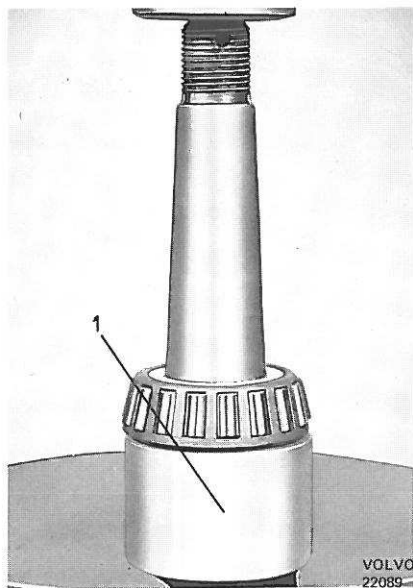
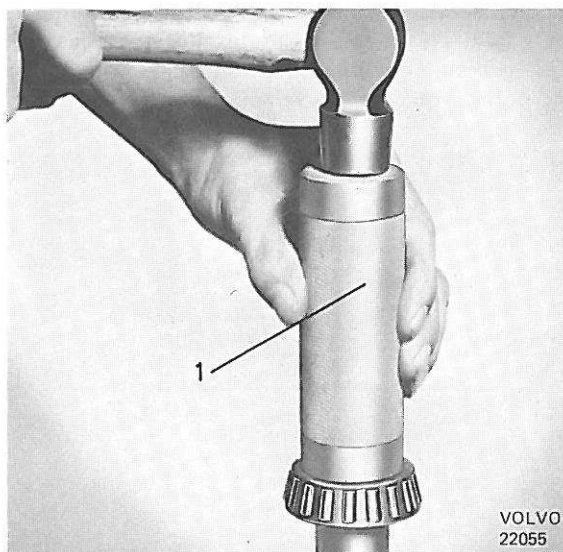

Figure 15. Démontage d'un roulement d'arbre de roue
Figure 16. Remontage d'un roulement d'arbre de roue
3. Extraire le roulement, voir figure 15, en se servant de la bague sous-jacente SVO 1806. Monter le nouveau roulement en se servant de la douille SVO 1805, voir figure 16.